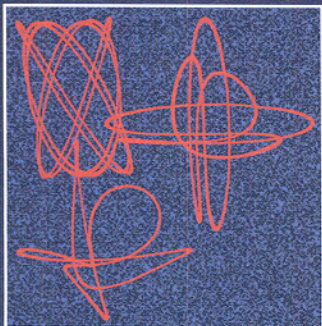

Bild 6: Verschiedene Spiralskop-Effekte mit dem LS 90 von ELV
- Spiralskop-Effekt (Bild 6) mit 2 Spiegelmotoren (Bild 7). Die Ansteuerung erfolgt über die Mikroprozessor-Steuerplatine.